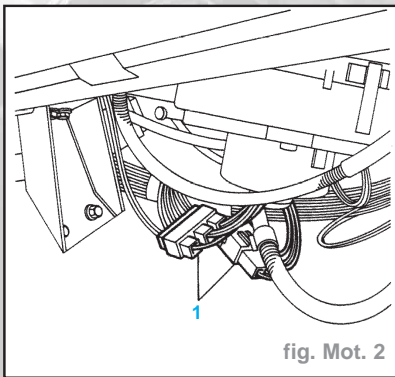

fig. Mot. 2
- Débrancher les deux fiches multibroches (1) de faisceau moteur côté gauche (Fig. Mot. 2).